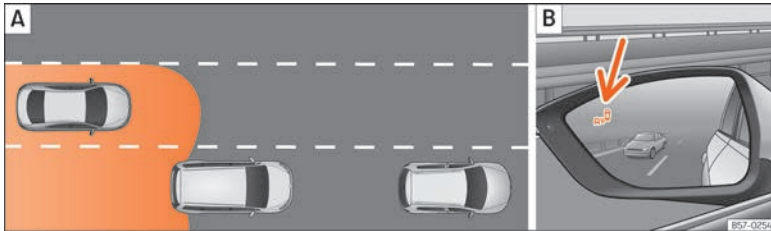

Abb. 244 Schematische Darstellung: **[A]** Überholvorgang mit Verkehr im hinteren Bereich. **[B]** Anzeige des Blind-Spot-Assistenten im Außenspiegel links.
Die Radarsensoren befinden sich links und rechts am hinteren Stoßfänger und sind von außen nicht sichtbar »» **Abb. 243**. Die Sensoren erfassen den Bereich des toten Winkels, sowie den hinter dem Fahrzeug erzeugten Verkehr »» **Abb. 244**, »» **Abb. 245**. Die Seitenbereiche umfassen etwas über eine Fahrbahnbreite.
In nachfolgenden Situation wird die Anzeige im Außenspiegel »» **Abb. 244 [B]** (Pfeil) oder »» **Abb. 245 [B]** (Pfeil) dargestellt:
- Bei einer Überholung durch ein anderes Fahrzeug »» **Abb. 244 [A]**.